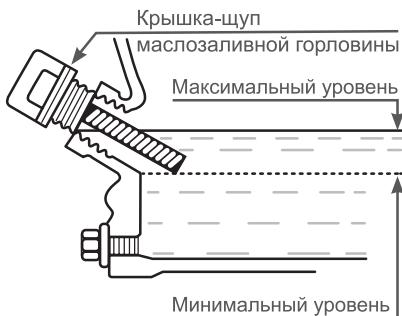

Рис. 9 Проверка уровня масла в картере
Максимальный уровень масла в картере соответствует нижней кромке заливного отверстия (Рис. 9).
- Аккуратно извлеките щуп и осмотрите его. Уровень масла должен соответствовать верхней отметке на щупе. При недостаточном уровне масла в картере необходимо долить чистое масло до верхней отметки на щупе, что соответствует нижней кромке заливного отверстия (Рис. 9).
3. Залейте бензин в топливный бак при помощи специальной емкости или воронки до уровня, показанного на Рис. 9.